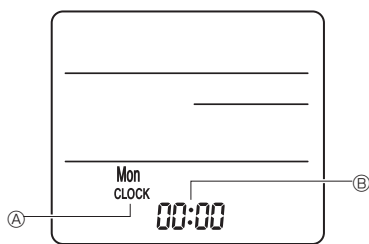

Fig. 6-8
3) Настройка (установка времени) (Fig. 6-8)